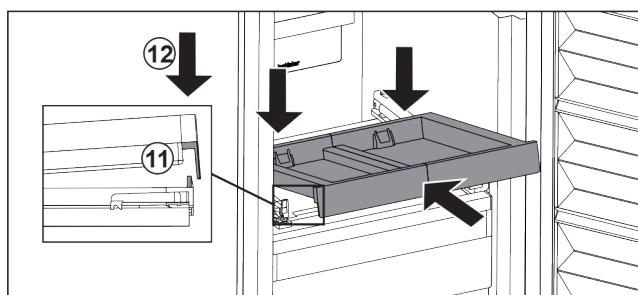

Fig. 22
- Šikmo zasuňte. Dbejte, aby byl na obou stranách doraz za západkou. Fig. 22 (11)
- Usaďte vpředu vysouvací příhrádku. Fig. 22 (12)